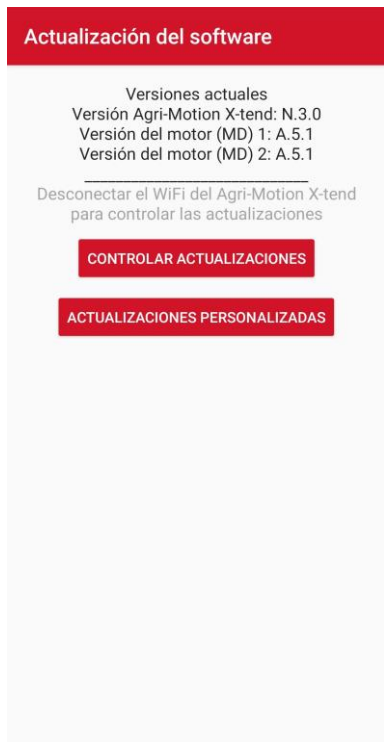

Figura 3-33 Actualización software
7. Utilizando el botón “Actualización personalizada” (Figura 3-33) será posible averiguar si en la red hay versiones dedicadas para AP y MD.